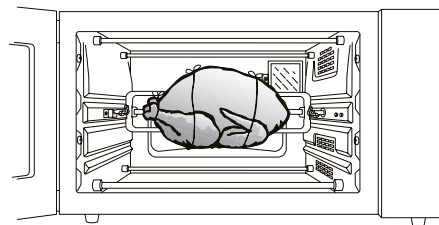

Figura 10
2. Centre cuidadosamente la comida en el espetón usando las horquillas para mantenerla en su sitio. (Ver Figura 10) Si la comida no está centrada, creará movimientos oscilantes durante la cocción. Esto someterá al motor a un esfuerzo innecesario.